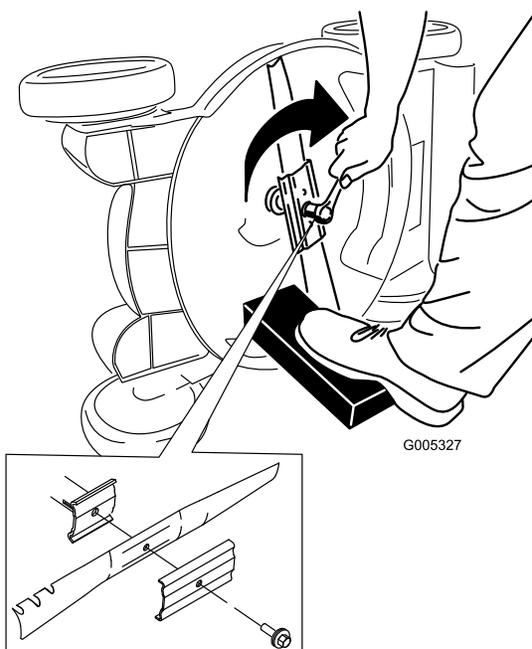

Bild 47
5. Setzen Sie das neue Messer und alle Schrauben auf (Bild 47).